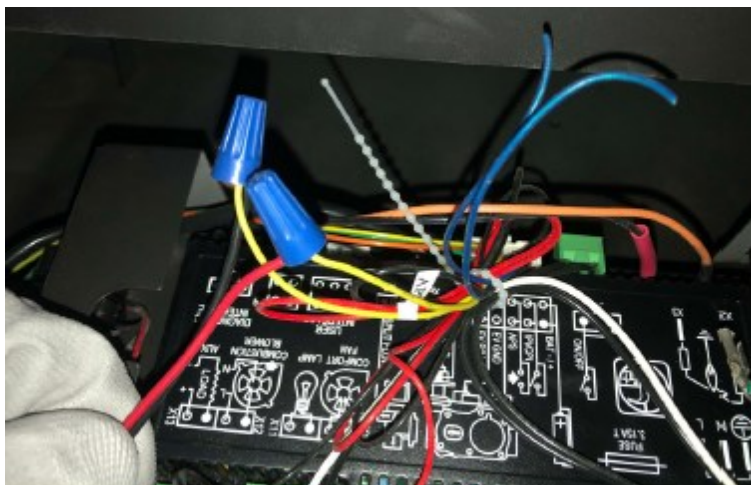

Figure 6.18 - Serre-fils installés aux fils identifiés «APS»
8. Repérez le fil jaune APS bouclé au faisceau de câble du module de contrôle. Coupez ce fil jaune en deux pour avoir deux fils jaune séparés. Dénudez env. 1/2 po (13 mm) de gaine au bout de chaque fil. Utilisez les (2) serre-fils bleus fournis, et torsadez un des fils jaunes APS en le croisant au fil brun venant de l'interrupteur d'aspiration du système Power Vent. Utilisez l'autre serre-fil bleu pour torsader l'autre fil jaune APS au fil rouge venant de l'interrupteur d'aspiration, tel que montré à la Figure 6.18.